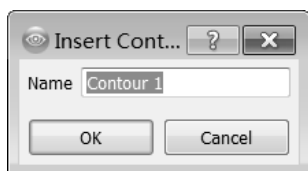

图 17-36 创建云图
Step5 :在工具栏中单击  按钮,在弹出的如图 17-36 所示的对话框中保持名称默认,单击 OK 按钮。